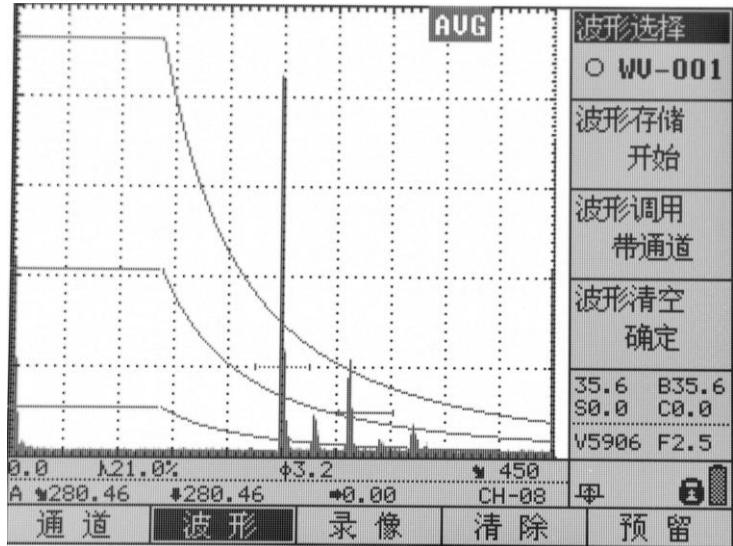

图 5.7
**选择波形文件：**该仪器根据型号不同，有 1000 个波形文件，名称为 WV-XXX。单击“存储”键，选择“波形”主菜单，在“波形选择”子菜单中通过旋转旋轮来选择波形文件。当选择的波形文件内已存有数据时，则该波形文件名称前有实心圆标识；若为空心圆标识，则该波形文件为空，如图 5.7 所示。